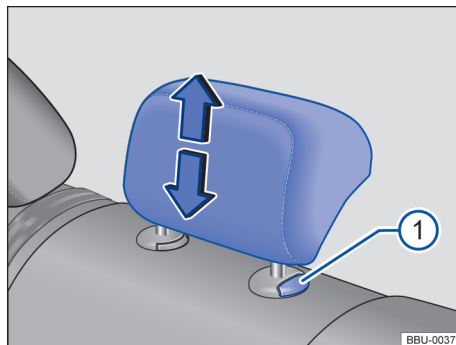

Fig. 74 Apoio para cabeça central traseiro: ajustar. ▶
- Empurrar o apoio para cabeça para cima ou para baixo na direção da seta com o botão → Fig. 74 ① pressionado → ⚠ em *Introdução ao tema* na página 86.